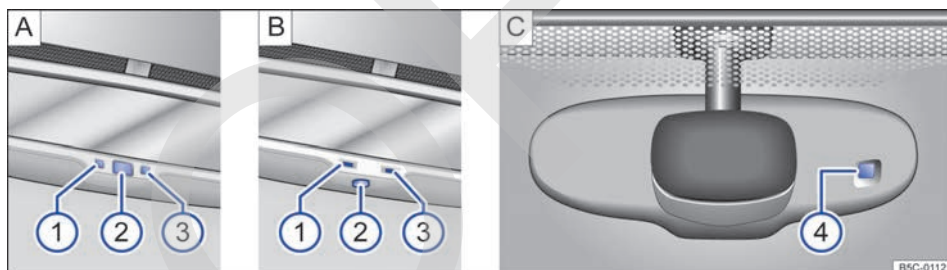

Fig. 80 En el parabrisas: retrovisor interior antideslumbrante automático.
Leyenda de la fig. 80:
- ① Testigo de control
- ② Botón
- ③ Sensor para detectar la incidencia de la luz por detrás
- ④ Sensor para detectar la incidencia de la luz por delante
La función antideslumbrante automática se puede activar y desactivar pulsando el botón del retrovisor interior → fig. 80 A ② o → fig. 80 B ②. Cuando está activada, se enciende el testigo de control → fig. 80 A ① o → fig. 80 B ①.